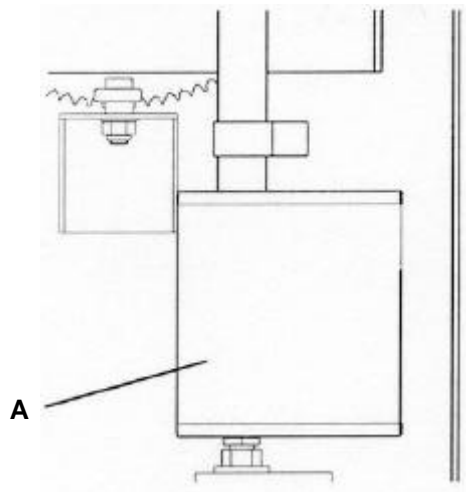

fig. 41
- Remove the particles captured by the filter (fig. 41/A).
- Eliminar las partículas que quedan retenidas en el filtro (fig.41/A).
- Eliminer les particules qui restent retenues dans le filtre (fig.41/A).